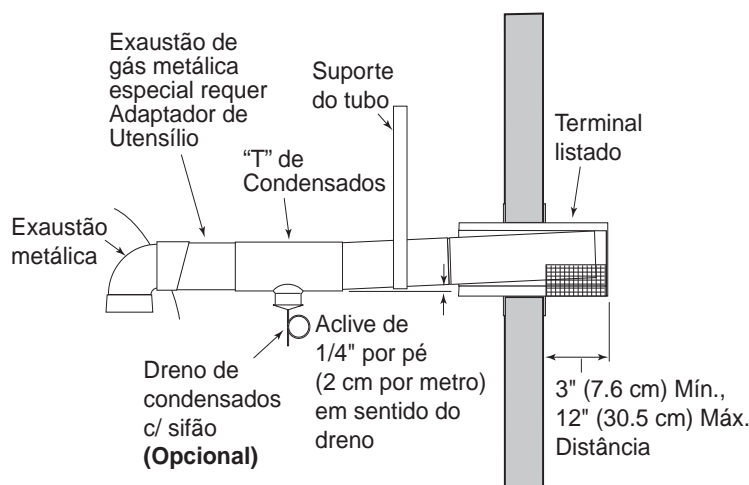

Figura 17.
- mínimo de 3" e máximo de 12" da parede (ver Figura 17), conforme instruções do fabricante